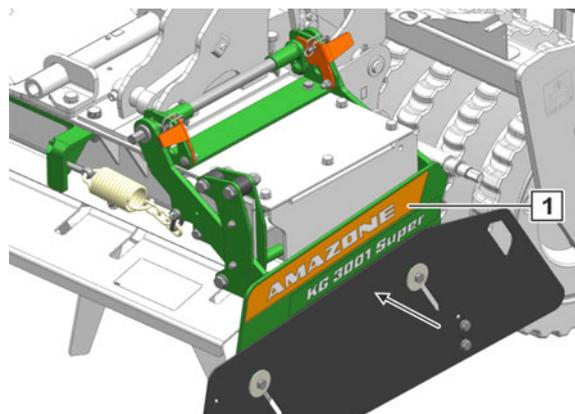

Fig. 152
- Seitenblech (Fig. 152/1) ist in der inneren Position festgesetzt.